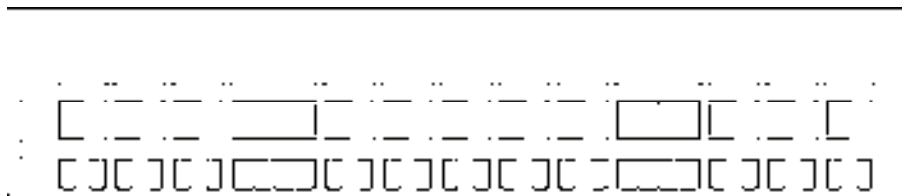

图 15-146 调入立面窗图形
15) 调用“立面门窗”命令，选择立面窗并设置其调入时的尺寸，调入立面窗图形，结果如图 15-146 所示。